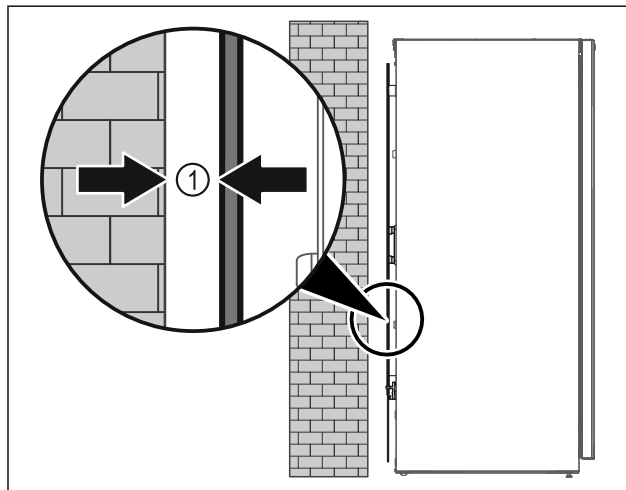

Fig. 5
- ▶ Instaloni pajisjen ose të lirë në dhomë, ose direkt mbi një mur me një distancë minimale prej 5 mm Fig. 5 (1) nga muri.